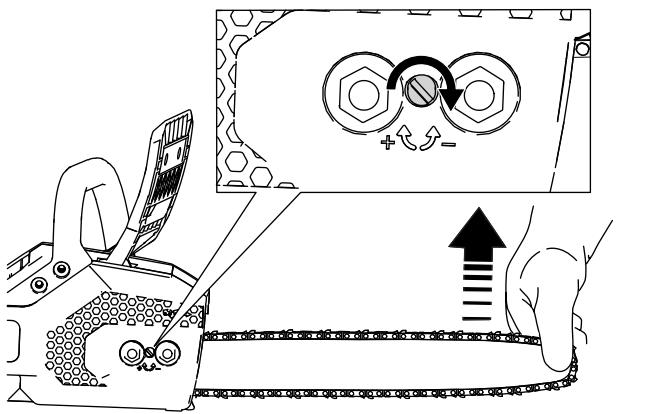

Figura 27
6. Levante la punta de la espada (Figura 27).
- **Para apretar la cadena**, gire el tensor de la cadena en sentido horario (Figura 27).